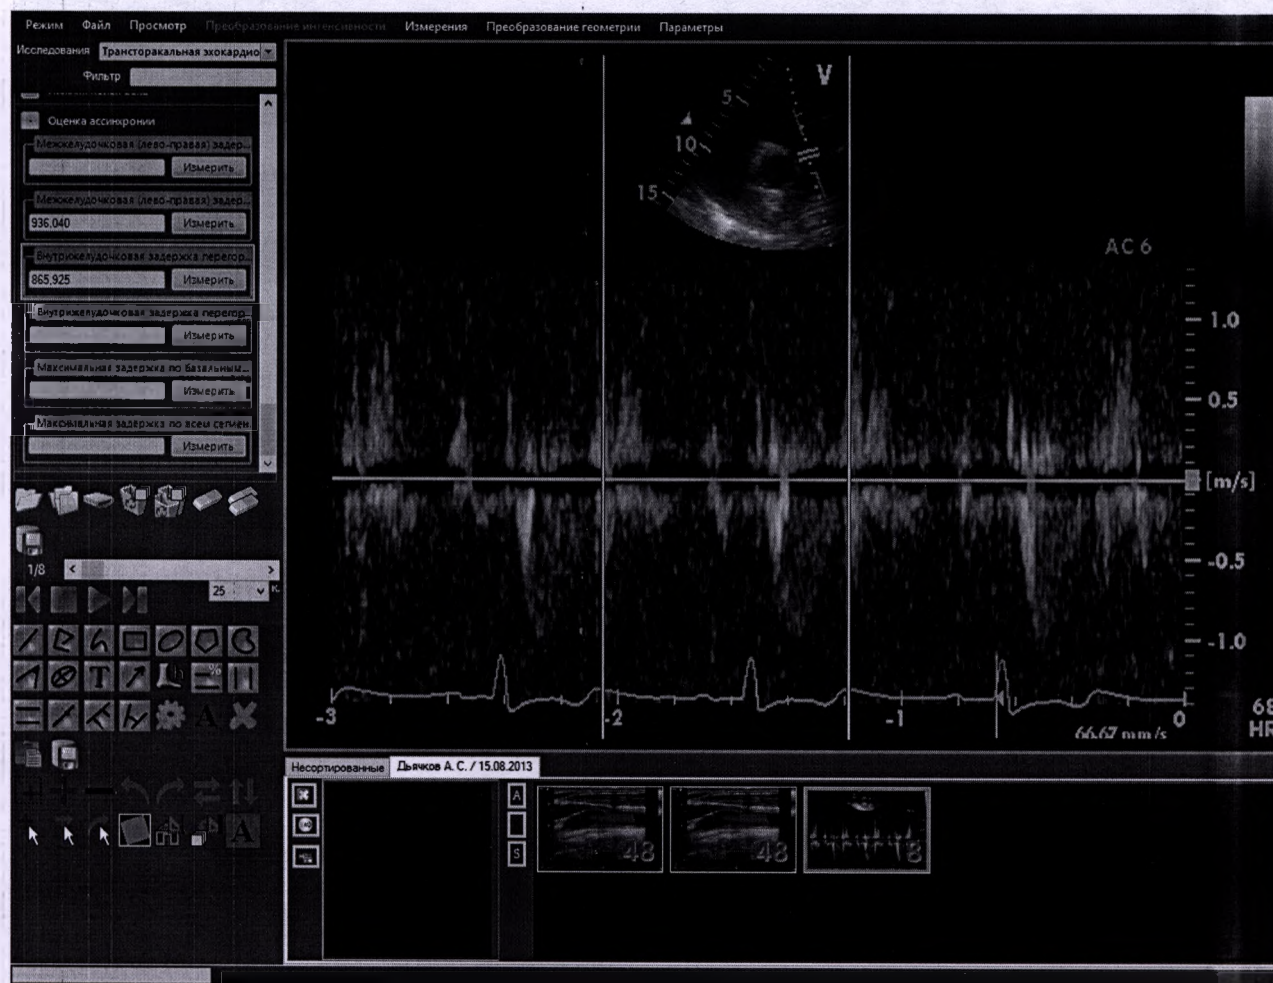

Рисунок 3.17 - Измерение временных интервалов
- Для измерения временного интервала нужно отметить на изображении интервал реперными линиями (рисунок 3.17).